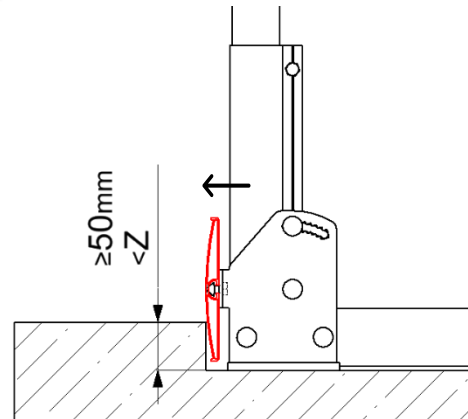
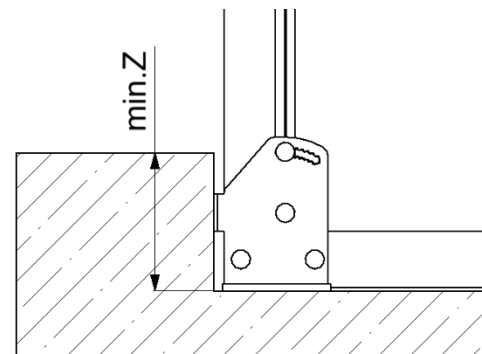

Abb. 12
Abb. 13
- DE** Die Pfosten auf der Montagefläche positionieren. Abstände, Geländerhöhe und Winkelverstellung der Pfosten beachten. Die Attika- bzw. Aufkantungshöhe Z muss mindestens 50mm betragen. Die Pfosten müssen mit oder ohne Fußleiste in Kontakt mit der Erhöhung positioniert werden. Ob eine Fußleiste notwendig ist, Abb. 12 und Abb. 13 entnehmen.
- EN** Position the posts on the working surface. Note the distances, railing height, and angle adjustment of the posts. The parapet or upstand height Z must be at least 50 mm. The posts must be positioned in contact with the elevation, with or without a toeboard. Refer to Abb. 12 and Abb. 13 to see whether a toeboard is necessary.
- FR** Positionner les poteaux sur la surface de travail. Respecter les distances, la hauteur de la balustrade et le réglage de l'angle des poteaux. La hauteur Z de l'acrotère ou du rebord doit être d'au moins 50 mm. Les poteaux doivent être positionnés en contact avec la surélévation, avec ou sans sous-lisse. Pour savoir si une sous-lisse est nécessaire, veuillez vous reporter à la Abb. 12 et Abb. 13.
- ES** Coloque los postes en la superficie de trabajo. Tenga en cuenta las distancias, la altura de la barandilla y el ajuste angular de los postes. La altura del antepecho o del reborde Z debe ser de al menos 50 mm. Los postes deben colocarse en contacto con la elevación, con o sin rodapié. Consulte la Abb. 12 y Abb. 13 para saber si es necesario un rodapié.
- IT** Posizionare i montanti sul piano di lavoro. Prestare attenzione alle distanze, all'altezza della ringhiera e alla regolazione dell'angolo dei montanti. L'altezza dell'attico o del bordo rialzato Z deve essere di almeno 50 mm. I montanti devono essere posizionati a contatto con il rialzo, con o senza battiscopa. Per sapere se è necessario un battiscopa, consultare la Abb. 12 e Abb. 13.